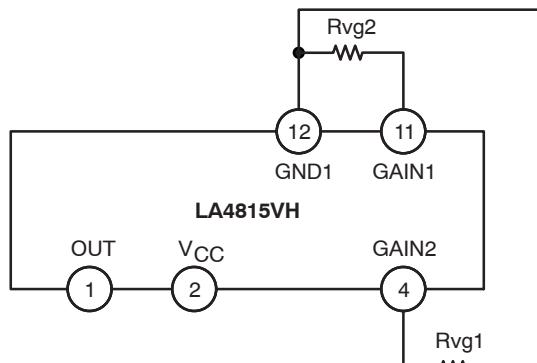

図 5.
- なお、抵抗2本を使用して、電圧利得を変更する事ができる(図5参照)。